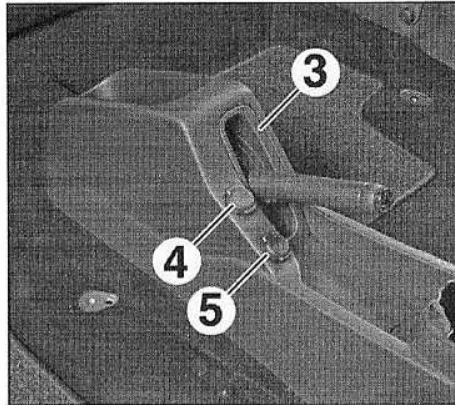

FIG.2
- Dégrafer et déposer la garniture du levier de frein de stationnement (3) (Fig.2).
- Extraire, débrancher et déposer les prises (4) et (5).